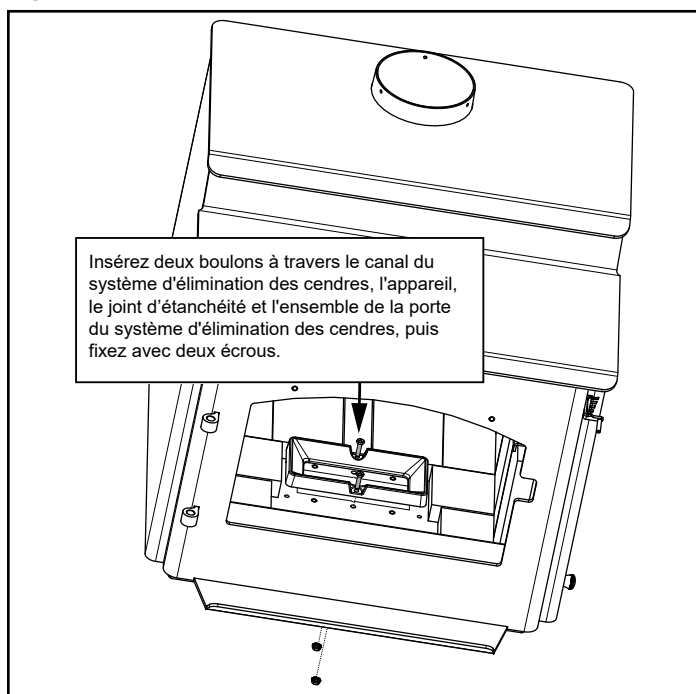

Figure 22.3
11. À l'aide de deux boulon et deux écrous à embase, fixez la rainure de l'ARS avec la clé ouverte 3/8 et la clé à douille 7/16 (**Figure 22.3 on page 22**).
11. À l'aide de 2 boulon et deux écrous à embase, fixez la rainure de l'ARS avec la clé ouverte 3/8 et la clé à douille 7/16 (**Figure 22.3 on page 22**).